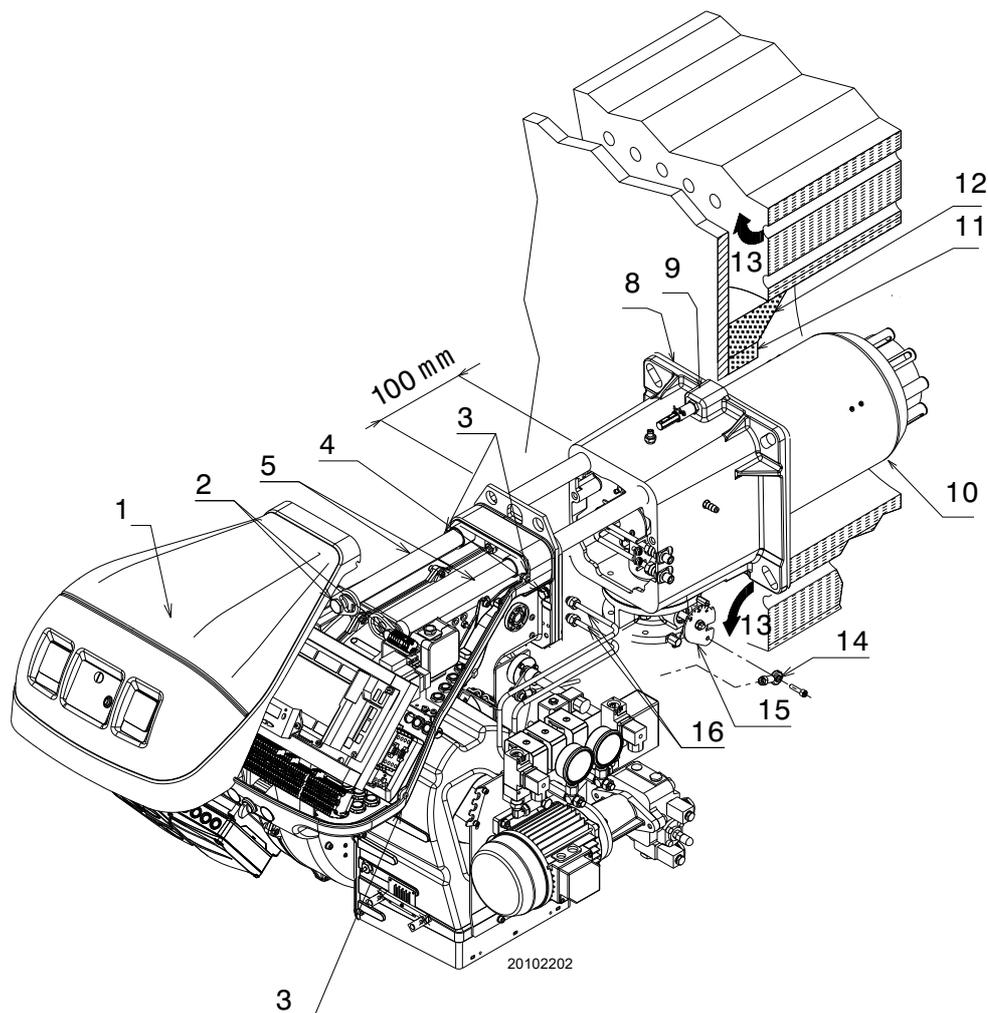

Abb. 16
Für Heizkessel mit vorderem Abgasumlauf 13)(Abb. 16) oder mit Flammenumkehrkammer muss eine Schutzschicht aus feuerfestem Material 11) zwischen feuerfestem Material des Kessels 12) und Brennerrohr 10) ausgeführt werden.
Dann den Flammkopf vom übrigen Teil des Brenners trennen (Abb. 16). Dazu ist wie folgt vorzugehen:
- montieren Sie den Brenner etwa 100 mm von der Muffe 4) wieder an den Führungen 3) - der Brenner muss sich in der in Abb. 16 gezeigten Position befinden